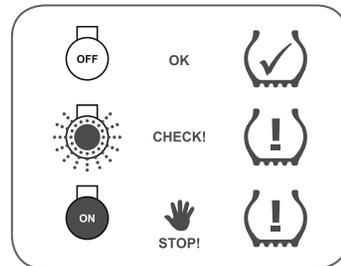

Fig. 14 - Fonctionnement du voyant lumineux
2. Apposez l'autocollant en proximité du voyant (voir ► Fig. 14).